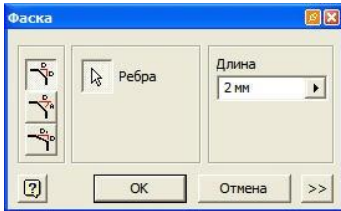

Рисунок 2.13 – Снятие фаски
- Выберите ребро корпуса (рис. 2.13).